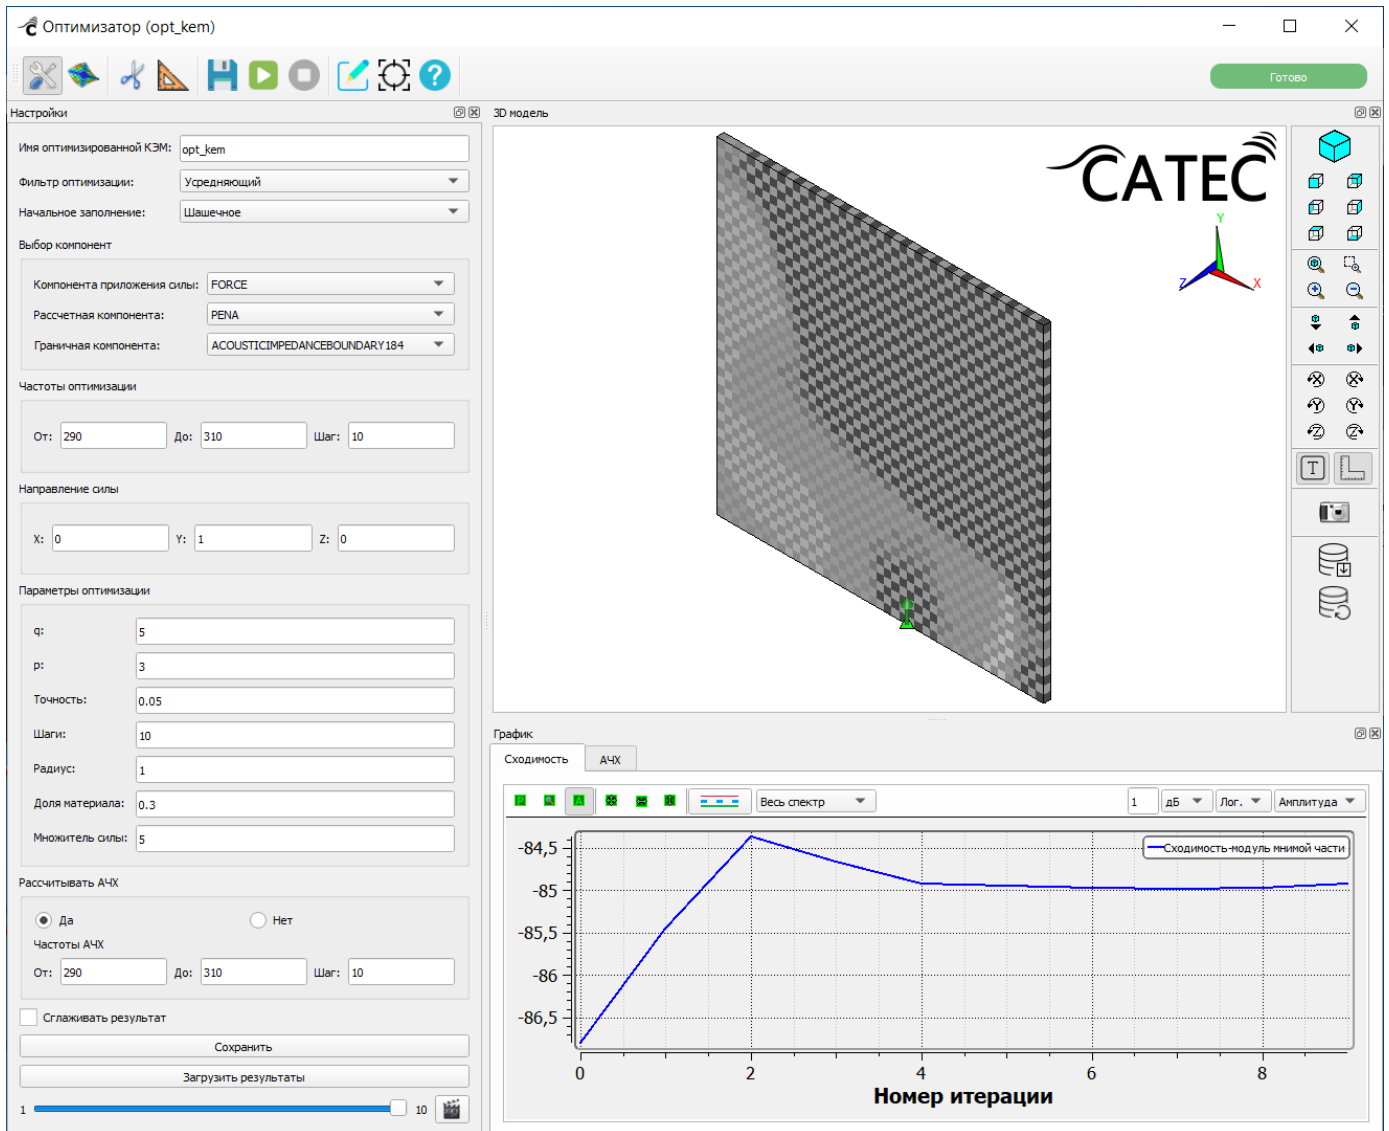

Рисунок 152 – Оптимизированная КЭМ. График сходимости алгоритма оптимизации
Для загрузки результатов на текущей итерации нужно нажать на кнопку «Загрузить результаты». В правой части окна настроек отобразится оптимизированная КЭМ и график сходимости алгоритма оптимизации (график отображается при условии, что перед расчетом карточки в настройке параметра «Рассчитывать АЧХ» было выбрано значение «Да») (Рисунок 152).
- «Сходимость» – отображается график сходимости алгоритма в зависимости от текущей итерации (Рисунок 152);